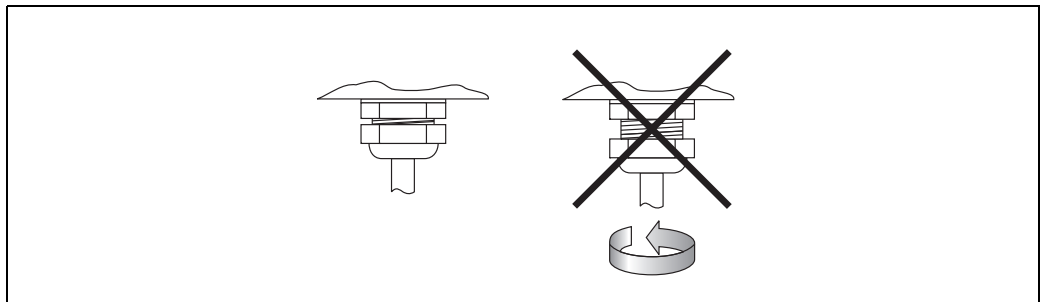

図 33: 変換器ハウジングの電線管接続口の取付け
- 電線管接続口をしっかり固定してください（→ 図 33）。